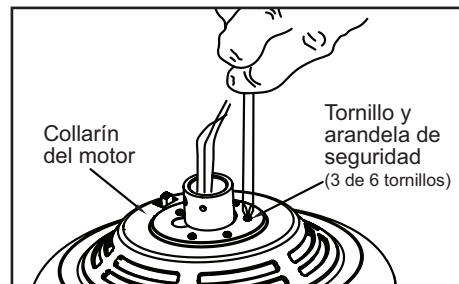

Figura 10
4. Retira tres de los seis tornillos y arandelas de seguridad (alternados) que sujetan el collarín del motor a la parte superior de la carcasa del motor (Figura 10).